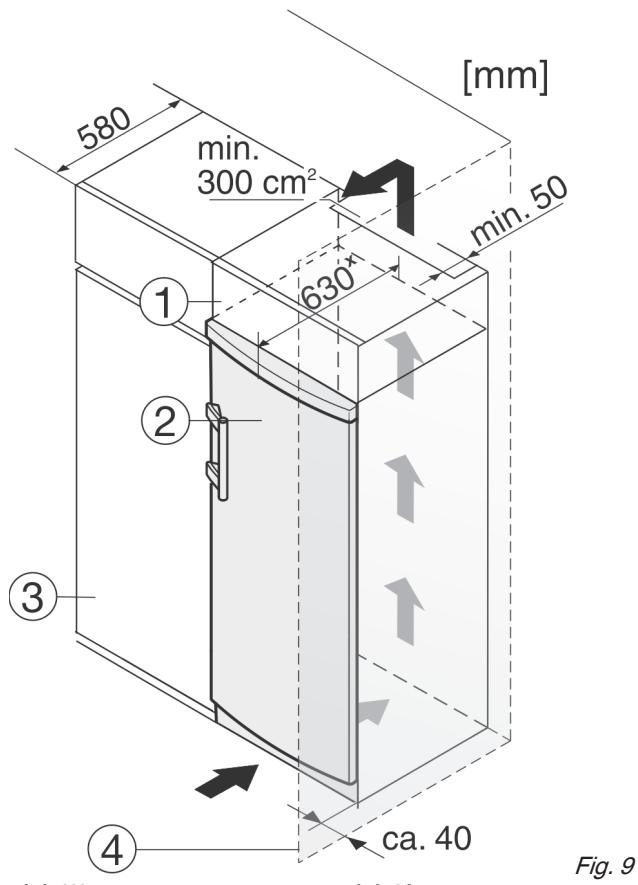

Fig. 9
Пристрій можна комбінувати з кухонними шафами. Для того, щоб пристрій Fig. 9 (2) вирівняти по висоті кухонної секції, на пристрій можна встановити антресольну секцію Fig. 9 (1).
У разі комбінування з кухонними шафами (максимальна глибина 580 мм) пристрій можна встановлювати безпосередньо поряд із кухонною шафою Fig. 9 (3). Пристрій виступає збоку на 34 мм \times і посередині на 50 мм \times відносно передньої панелі кухонної шафи.
Якщо пристрій встановлюється поряд зі стінкою Fig. 9 (4), відстань між пристрієм та стінкою повинна бути не менше 40 мм. Це відповідає необхідній відстані для ручки після відкривання дверцят.